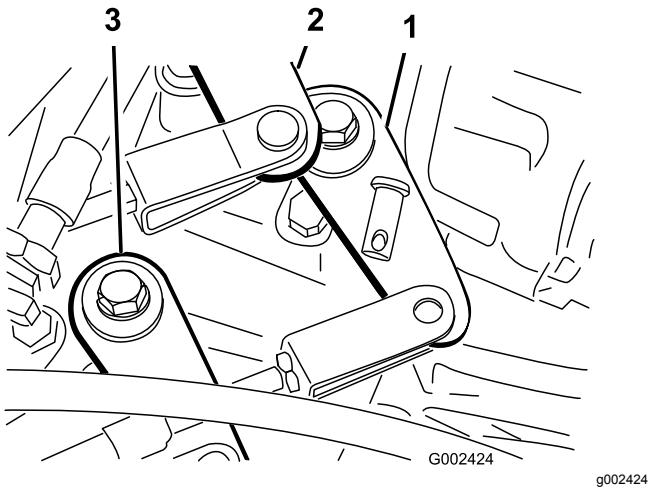

Figura 42
2. Retire los pasadores de horquilla que fijan los cables del cambio de marchas a los brazos de cambio del transeje (Figura 42).
1. Retire el pasador de horquilla que sujeta el cable de la palanca de cambio de intervalo al transeje (Figura 42).